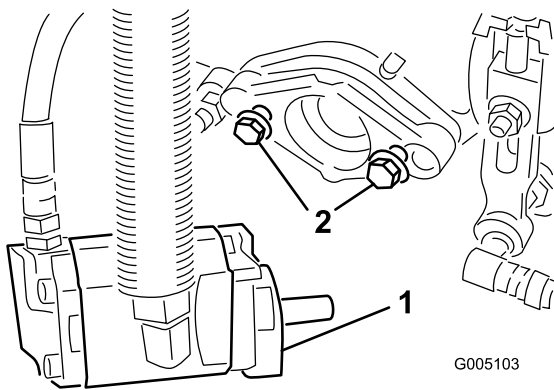

図 11
7. リールモータを固定するための取り付けボルト（カッティングユニットの付属部品）を各カッティングユニットに装着する。ネジ山が13mm程度突き出るようにする（図 11）。
11. 取り付けボルトを締め付ける。（図 11）。